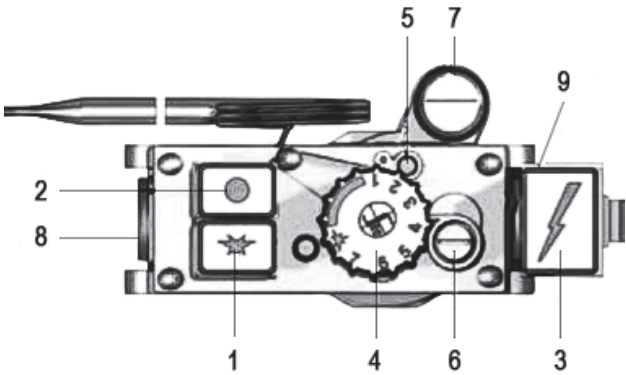
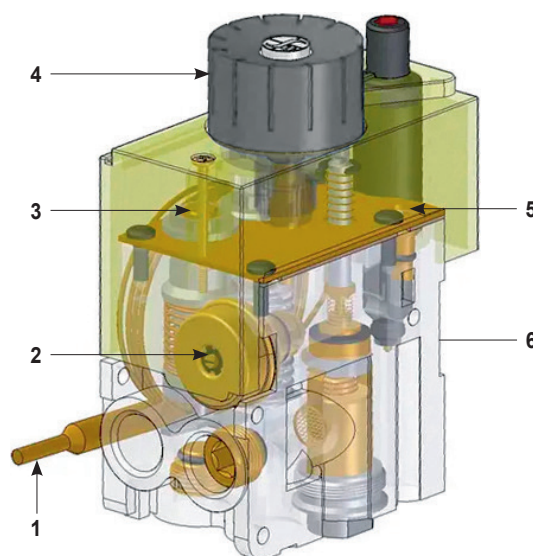

Рис. 10. Газовый блок 710 MINISIT
Рис. 11. Газовый блок TGV 370
- Медленно повернуть ручку управления (рис. 10, 11 поз. 4) по часовой стрелке в положение минимальной мощности (близко к положению выключения основной горелки) и в этом положении минимального расхода контролировать давление газа на выходе, которое должно быть не менее 3,5 мбар (350 Па). При необходимости произвести корректировку. При повороте винта настройки (рис. 11 поз. 3) на TGV 370 или (рис. 10 поз. 6) на 710 MINISIT против часовой стрелки давление газа увеличивается.
- После проверки и настройки выходного давления при минимальном расходе, перевести ручку управления (рис. 10, 11 поз. 4) в положение «7».
- Контролировать давление газа на выходе, которое должно быть в диапазоне 9-10 мбар (900-1000 Па). При необходимости произвести корректировку. При повороте винта настройки (рис. 11 поз. 2) на TGV 370 или винта под заглушкой (рис. 10 поз. 7) на 710 MINISIT по часовой стрелке давление газа увеличивается.